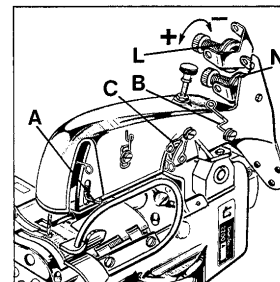

Fig. 13
Set the needle thread take-up (A, Fig. 13) so that the needle thread contacts the hook (A) just when the needle thread loop leaves the looper point.
Stellen Sie den Nadelfadenzug (A, Fig. 13) so ein, daß der Nadeladen den Haken (A) berührt, wenn die Nadelfadenschlinge die Greiferspitze verläßt.